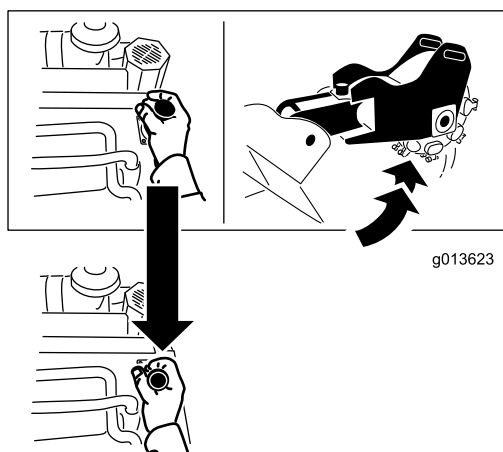

Figura 12
- Para elevar el desbastador, tire de la palanca hacia atrás (Figura 12).